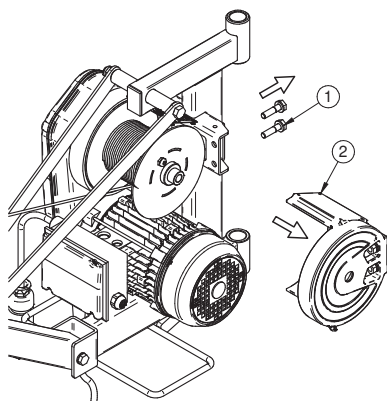

Fig. 4.1
1) retirer le tambour en dévissant les 2 vis Réf.1 Fig 4.1 et en retirant le support du tambour Réf.2 Fig 4.1